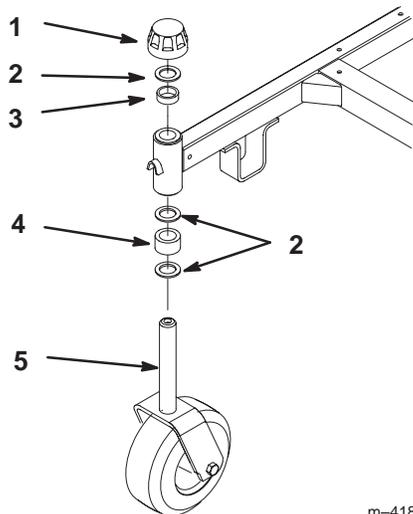

Figure 70
2. Enlevez le capuchon, la rondelle de butée et l'entretoise de 13 mm du haut de la chape (Fig. 70).
6. Vérifiez l'usure de la chape et remplacez-la le cas échéant (Fig. 70).
7. Insérez la chape dans les bagues à l'intérieur du moyeu de pivot. Remettez l'entretoise de 13 mm et la rondelle de butée sur la chape, et fixez en position avec le capuchon (Fig. 70).